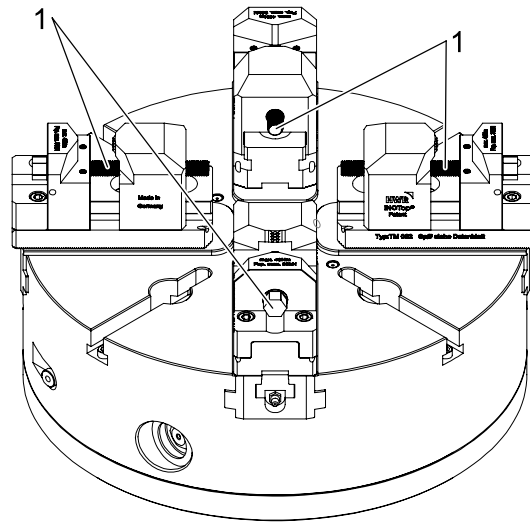

Abb. 4-1: Sujeción de la pieza de trabajo
**Paso 1** Abra la unidad de sujeción girando los husillos (1, véase la Fig. 4-1).
**Paso 4** Sujete la pieza de trabajo con ayuda de una llave dinamométrica, apretando uniformemente los husillos (1, véase la Fig. 4-1).